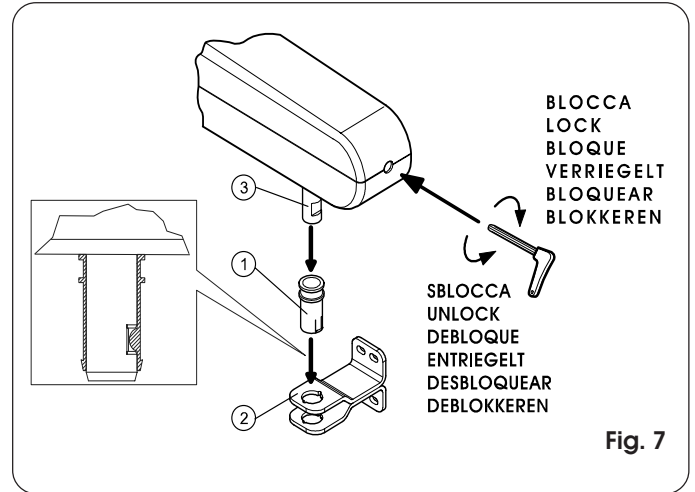

Fig. 7
- Vérifier que l'axe (Fig. 7 Réf. ③) est contre la partie antérieure de l'opérateur; dans le cas contraire, tourner la clé de déverrouillage, introduite dans son logement (Fig. 7), en sens horaire jusqu'au bout de sa course.
- Tourner la clé de déverrouillage de 6-7 tours en sens inverse horaire d'après la Fig. 7.
Introduire la douille (Fig. 7 Réf. ①) dans la patte d'attache antérieure (Fig. 7 Réf. ②). L'arrêt mécanique sur la douille devra coïncider avec la rainure de l'axe de l'opérateur. Introduire l'axe (Fig. 7 Réf. ③) dans la douille.